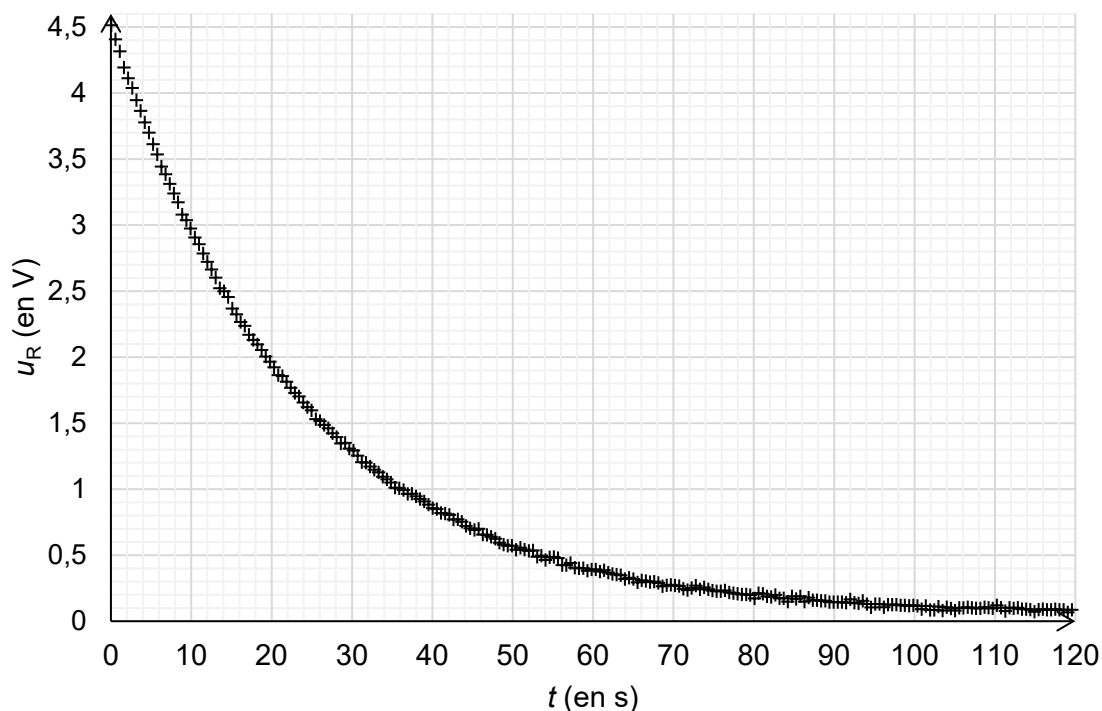

Figure 3. Évolution de la tension  $u_R(t)$  aux bornes de la résistance en fonction du temps
On réalise le circuit électrique avec la valeur de la résistance trouvée à la question **Q12**. On charge le condensateur et on bascule l'interrupteur en position 2, puis on suit l'évolution de la tension aux bornes de la résistance lors de la décharge. Le graphique correspondant est présenté sur la figure 3.
**Q14.** Déterminer, à l'aide du graphique de la figure 3, la valeur expérimentale  $\tau_{\text{exp}}$  de la constante de temps du circuit RC. Commenter.